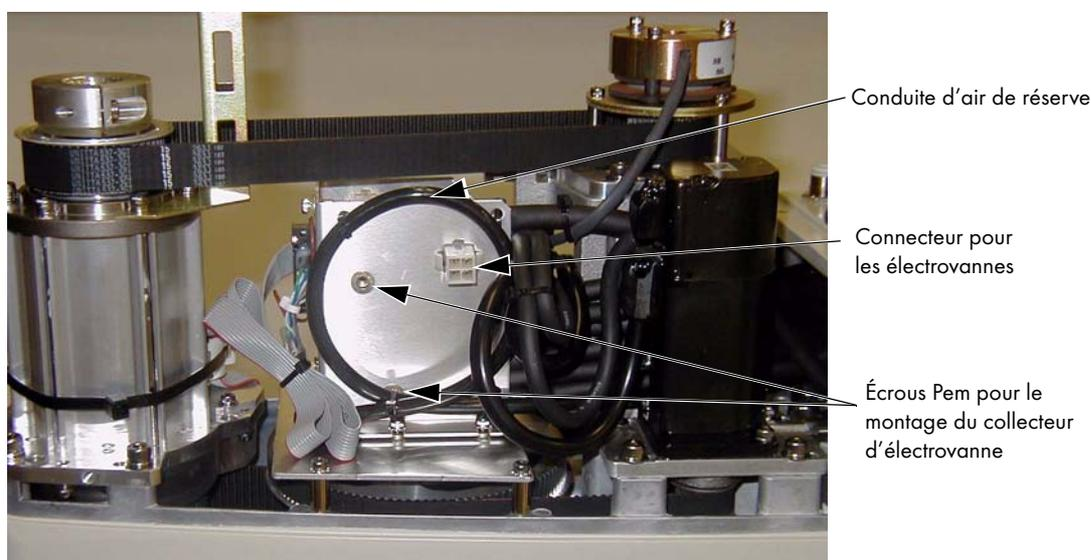

Figure 5.9 : support de montage de l'électrovanne avec connecteur et conduite d'air de réserve
Le robot a été préparé pour accueillir une batterie de deux électrovannes de 24 Vcc. L'alimentation pour leur montage interne est accessible via un connecteur monté à l'intérieur du couvercle du segment intérieur (voir la figure 5.9, page 64). Les signaux actionnant les vannes sont directement commutables depuis MicroV⁺ en utilisant les signaux logiciels 9 et 10. Chacune des électrovannes fournies par Adept consomme 75 mA sous 24 Vcc.
4. Coupez et jetez les colliers de serrage retenant la conduite d'air de réserve en haut du support de montage. Écartez la conduite d'air pour faciliter le montage du collecteur d'électrovanne (voir la figure 5.9).